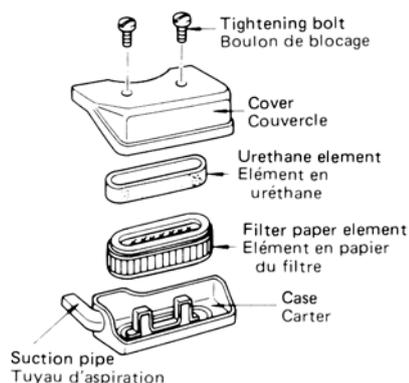

Fig. 13
- 4) Clean the element with soapy water, rinse it with water sufficiently, and fully dry it. Then, soak the filter paper element into engine oil, and securely squeeze it prior to mounting it into the case. (Fig. 13)
- 4) Nettoyer l'élément dans de l'eau savonneuse, le rincer abondamment à l'eau et le laisser sécher complètement. Tremper ensuite l'élément en papier du filtre dans de l'huile moteur, puis la faire ressortir avant de replacer l'élément dans le carter du filtre. (Fig. 13)